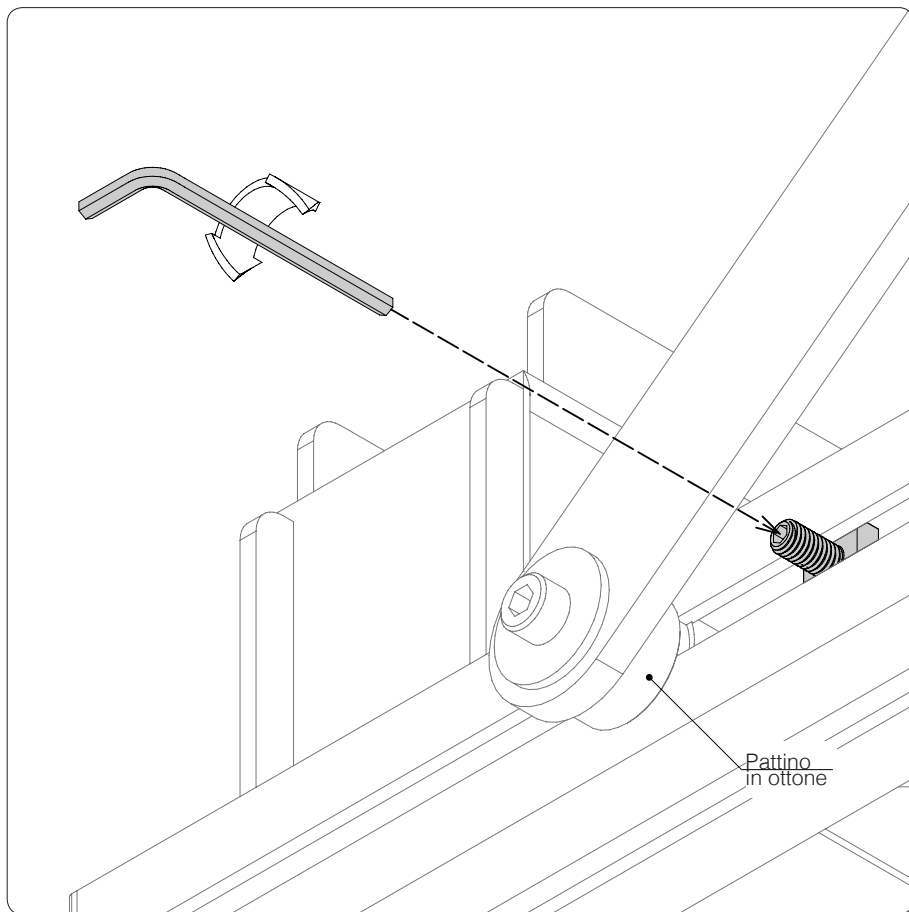

fig.7
fig.7 pag. 14
- 2.** Posizionare le viti di sicurezza come mostrato in *fig.7*. Svitare le viti e posizzionarle a 3 mm. dal pattino in ottone.